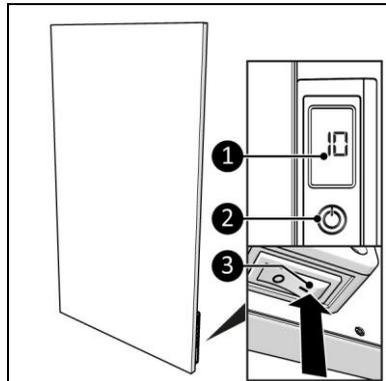

Abbildung 18
1. Stellen Sie den EIN/AUS-Schalter auf EIN (Abbildung 18, Pos. 3).
2. Drücken Sie den EIN/AUS-Schalter auf der Schalttafel (Abbildung 18, Pos. 2) oder auf der Fernbedienung.
3. Die Anzeige (Abbildung 18, Pos. 1) zeigt zunächst für 3 Sekunden die eingestellte Temperatur und dann die Umgebungstemperatur an.